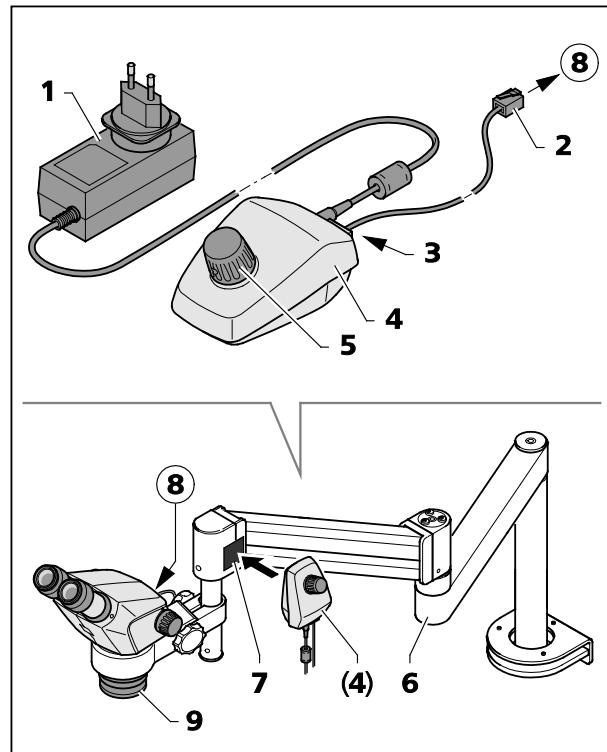

Fig. 24 Controller K LED
El Controller K (Fig. 24/4) sirve para el mando del iluminador vertical del cuerpo Stemi 305 resp. del iluminador anular al trabajar con los estativos de brazo B o U u otros estativos más.
- Enroscar el sistema óptico frontal 0,5x/185 mm (Fig. 24/9) al cuerpo de microscopio.
- Al usar el iluminador anular adaptar el mismo mediante el adaptador incluido en el suministro (diámetro interior 58 mm, diámetro exterior 66 mm) al sistema óptico frontal (Fig. 24/9).
- Fijar la placa magnética (Fig. 24/7) con el lado adhesivo al estativo de brazo móvil.
- Enchufar el cable de conexión incluido en el suministro (longitud 1 m) (Fig. 24/2) en la hembrilla (Fig. 24/8) del cuerpo de microscopio resp. el iluminador anular y en la hembrilla (Fig. 24/3) situada al lado posterior del Controller K (Fig. 24/4).
- Adaptar el Controller K (Fig. 24/4) a la placa magnética (Fig. 24/7).
- Conectar el Controller K mediante la unidad alimentadora (Fig. 24/1) a la red.
- Ajustar el estativo de brazo móvil (Fig. 24/6) de tal forma para obtener una posición de trabajo ergonómica.
- Al pulsar el botón giratorio (Fig. 24/5) en el Controller K, conectar el iluminador vertical (resp. el iluminador anular) y girando el botón, regular la intensidad de la luz.